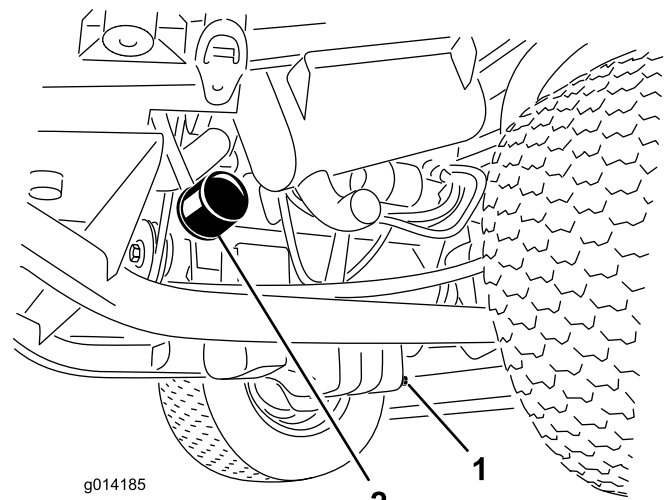

図 45
3. オイルフィルタ図 45を外す。
1. ドレンプラグ (図 45) を外してオイルを容器に受ける。